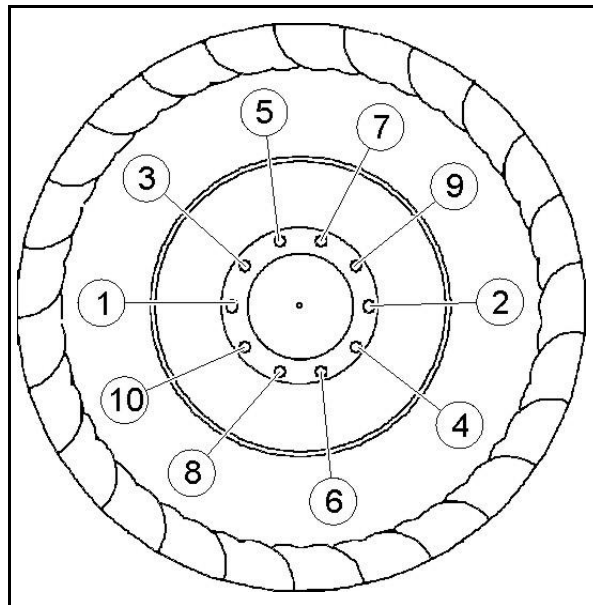

Fig. 101
3. Halten Sie beim Lösen und Anziehen der Radmutter die in Fig. 101 gezeigte Reihenfolge ein.